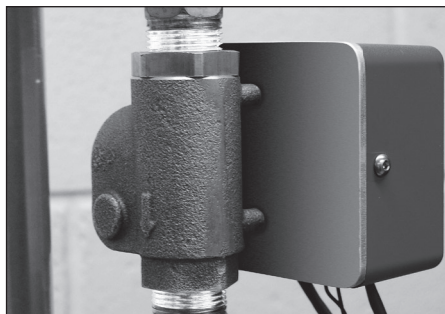

Figure 2
2. Après avoir brasé la tuyauterie aux raccords, appliquer un produit d'étanchéité pour filetage sur les raccords des adaptateurs et visser les adaptateurs, auxquels est attachée la tuyauterie, dans le corps du robinet. **Figure 2**